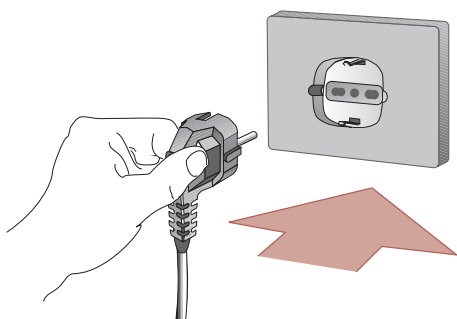

Fig. 2
- 6 Attendere circa un'ora, prima di collegare la spina alla rete (Fig. 2).
- 6 Wait approx. 1 hour before connecting to the mains (Fig. 2).
6 Etwa eine Stunde abwarten, bevor der Netzstecker an die Steckdose angeschlossen wird (Abb. 2).
6 Attendre environ une heure avant de brancher la fiche au réseau d'alimentation électrique (Fig. 2).
6 Esperar aproximadamente una hora antes de conectar el enchufe a la red (Fig. 2).
6 Espere cerca de uma hora antes de ligar a ficha na tomada da corrente eléctrica (Fig. 2).